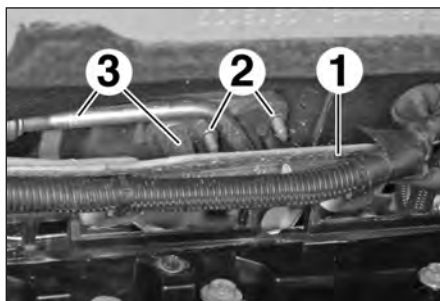

FIG.8
- la garniture (1) (Fig.8),
- les écrous (2) des canalisations (3).